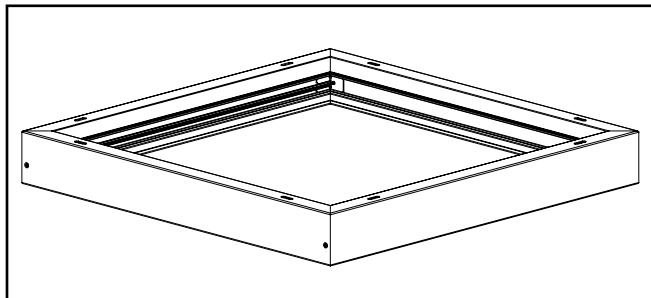

Figure 5.
- Répétez ces étapes pour former les trois (3) autres coins du cadre à monter en surface. (Figure 5.)